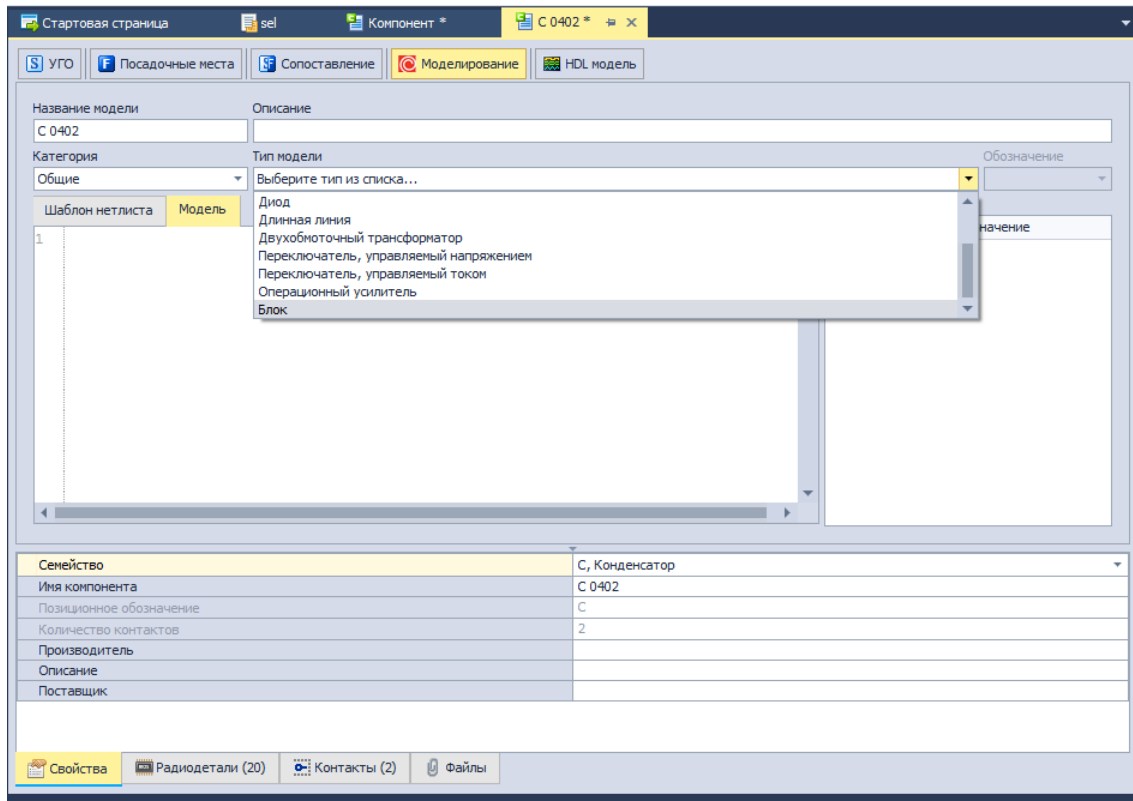

Рис. 301 Выбор типа модели
3. Выберите из списка Тип модели, Рис. 301: